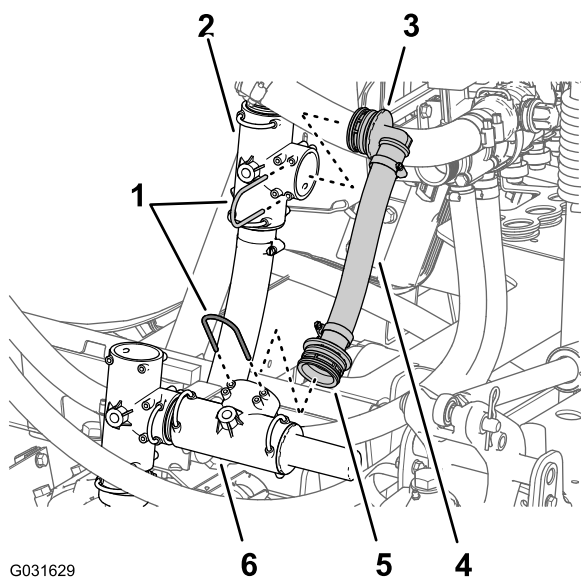

Рисунок 34
1. Снимите держатель, который крепит прямой штуцер типа «елочка» шланга сброса давления к клапану сброса давления системы опрыскивателя (Рисунок 34).
шланга сброса давления к тройнику контура подачи насоса опрыскивателя (Рисунок 34).
3. Снимите с машины шланг сброса давления и штуцеры (Рисунок 34).